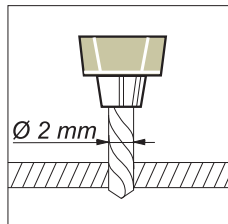

Abb. 1 Fig. 1
- Bohren Sie an der Montagestelle ein Loch mit einem Durchmesser von 2 mm (Abb. 1).
For mounting and connection refer to fig. 1, 2, 3, 4.